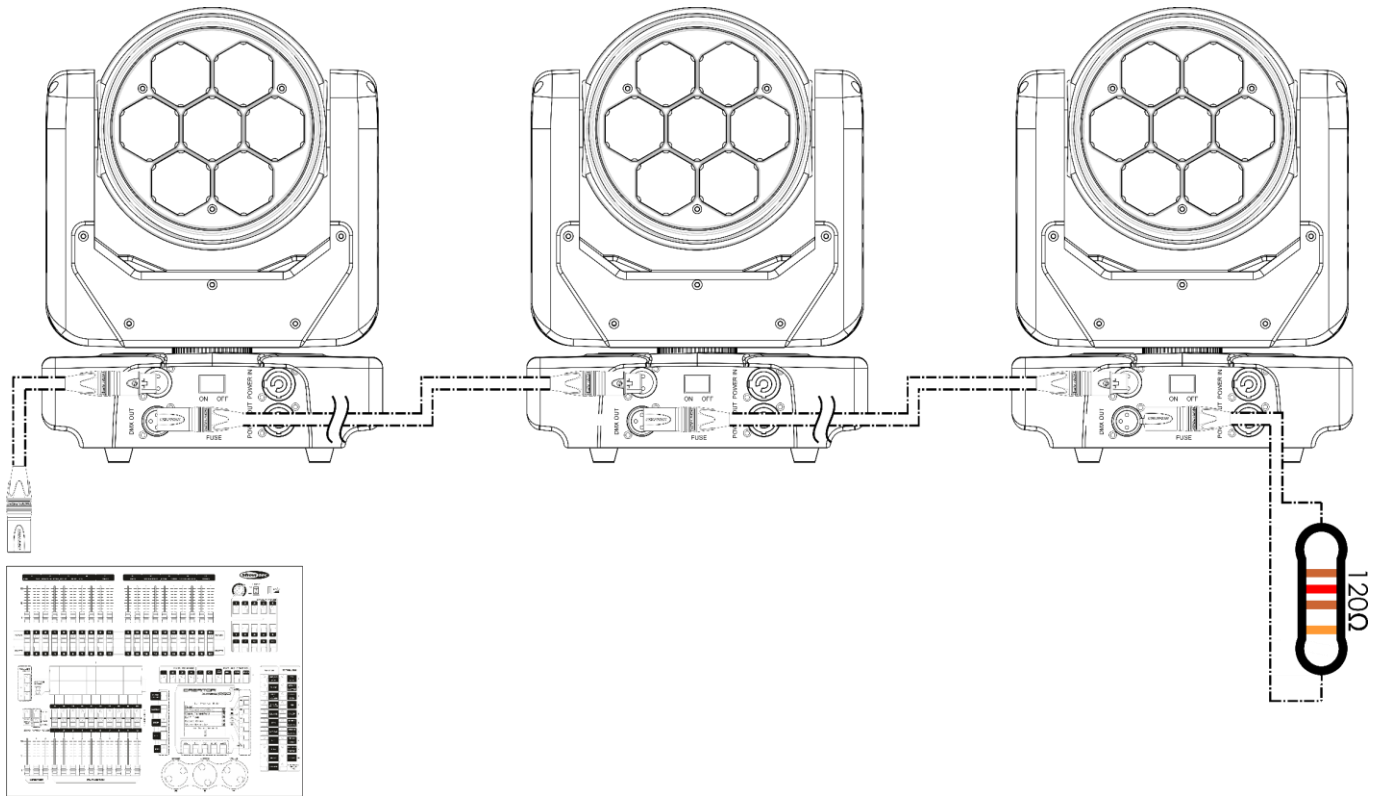

Fig. 13
- 03) Ripetere il punto 2 per collegare tutti i dispositivi in un collegamento in serie, come mostrato nella Fig. 13.